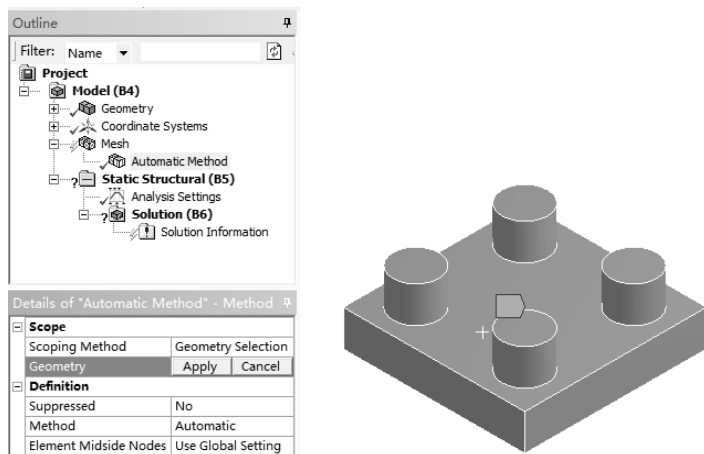

图 3-104 选择网格划分实体
2) 单击图形工具栏上的选择模式下的【Single Select (单选)】按钮, 然后再单击【Body (选择体)】按钮, 在【Details of “Automatic Method”】列表中单击【Scope】选项下的【Geometry】项, 选择如图 3-104 所示实体, 最后单击【Geometry】项中的【Apply】按钮完成。